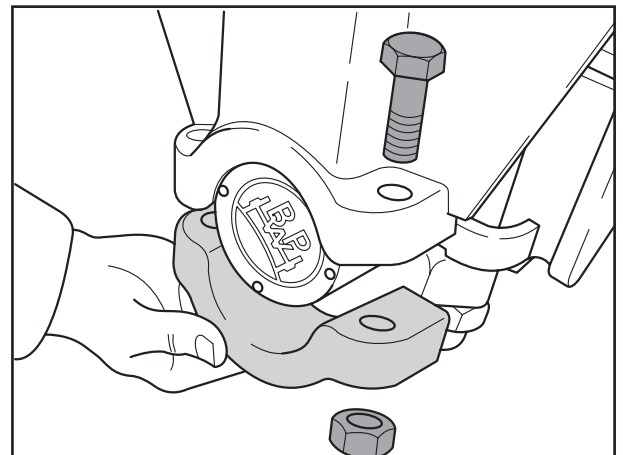

Fig. 14
- [25] Aggregat bis zum richtigen Sitz des Stützkörpers im Lagerbock anheben und Lagerdeckel ansetzen (Fig. 14/1).
- [26] Befestigungsschrauben (Fig. 14/2) einsetzen, neue Sicherungsmuttern (Fig. 14/3) aufschrauben und mit dem vorgeschriebenen Anziehdrehmoment festziehen.
[25] Raise the assembly until it is correctly seated with the trunnion beam in the spring hanger part and install the bearing cap (Fig. 14/1).
[26] Insert attachment bolts (Fig. 14/2), screw on new securing nuts (Fig. 14/3) and tighten to the specified torque.
[25] Soulever le train jusqu'au positionnement correct de l'axe de balancier dans le palier et poser le chapeau de palier (fig. 14/1).
[26] Placer les vis de fixation (fig. 14/2), visser des écrous de sûreté neufs (fig. 14/3) et serrer au couple prescrit.